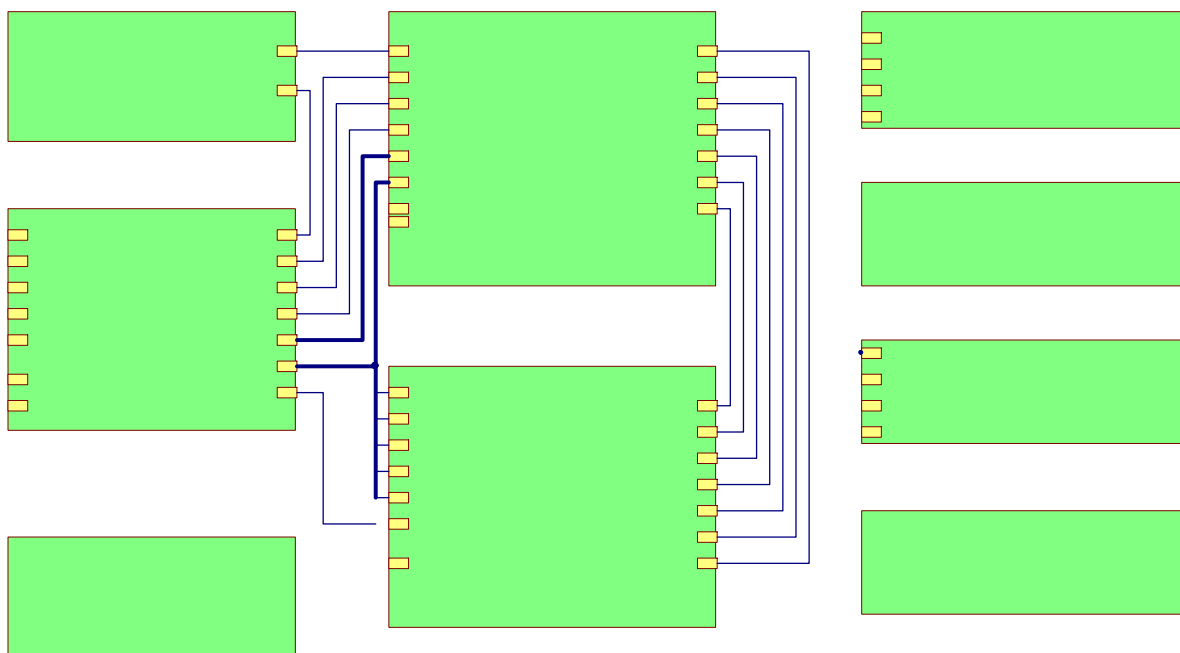

图3-115 层次原理图顶层电路图
3) 单击Witjng连线工具栏中的 放置导线按钮，放置导线，完成连线操作。选择 放置总线按钮用完成连线后的层次原理图顶层电路图如图3-115所示。